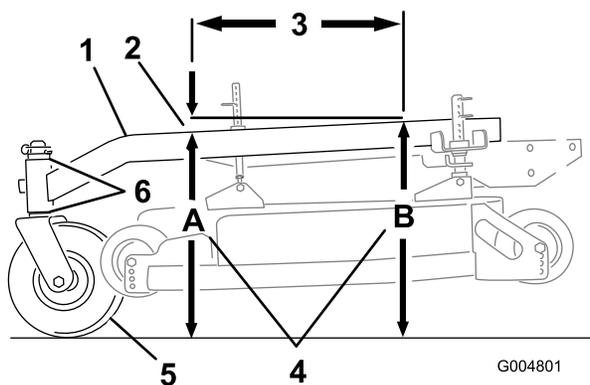

Figura 56
El bastidor de tiro debe tener una inclinación longitudinal de entre 3 mm y 9 mm en una longitud de 61 cm (Figura 56).
1. Mida 61 cm en el bastidor de tiro (Figura 56).
- Mida la altura del bastidor de tiro en la posición **A** (Figura 56).
- Mida la altura del bastidor de tiro en la posición **B** (Figura 56).
- La altura en la posición **A** debe ser de 3 a 10 mm menor que la de la posición **B** (Figura 56).
- Si la inclinación del bastidor de tiro no es la correcta, mueva los espaciadores de las ruedas giratorias para obtener una inclinación de 3–10 mm (Figura 56).